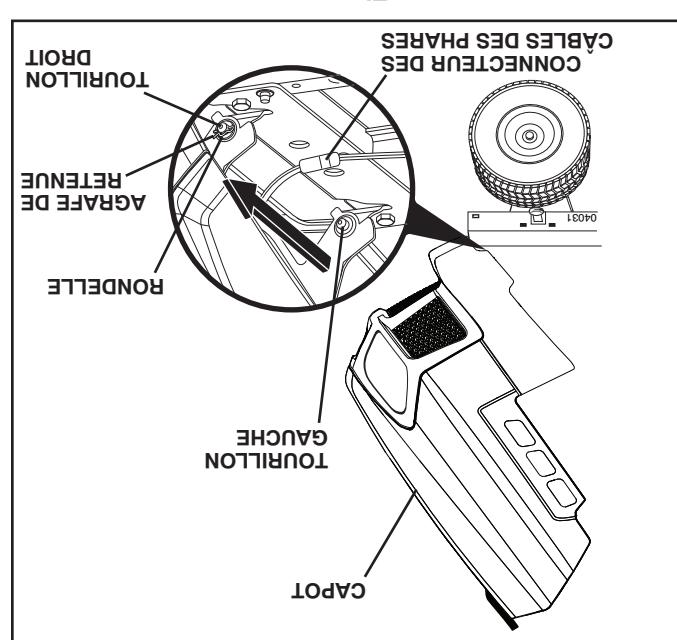

Fig. 46
**POUR ENLEVER LE CAPOT ET LA CALANDE (Voir la Fig. 46)**